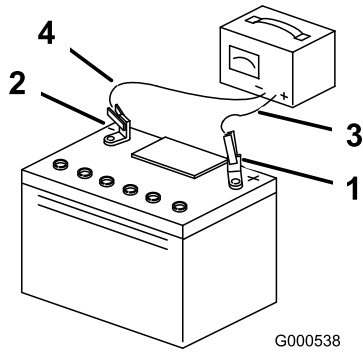

Figure 55
4. Quand la batterie est chargée au maximum, débranchez le chargeur de la prise, puis débranchez les fils du chargeur des bornes de la batterie (Figure 55).